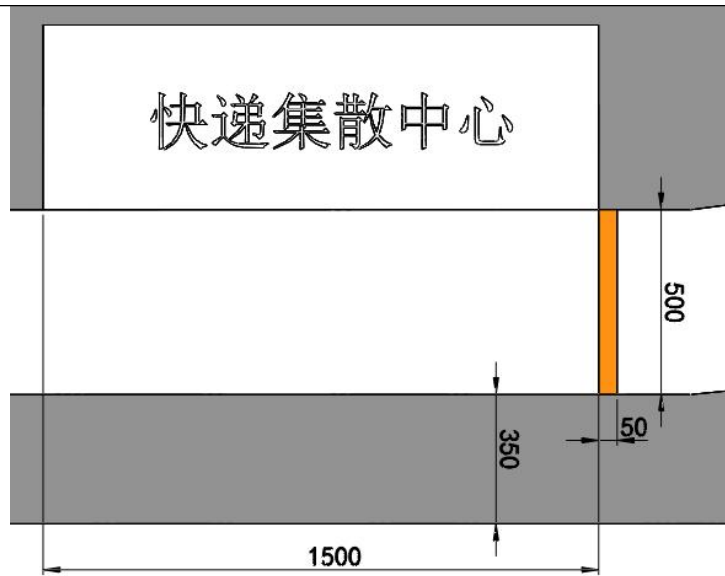

图 10 终点示意图（单位：mm）
4. 终点示意图: 如图 10 所示, 快递集散中心一侧的赛道上设有橙色色带, 尺寸为 $500\text{mm} \times 50\text{mm}$ 。